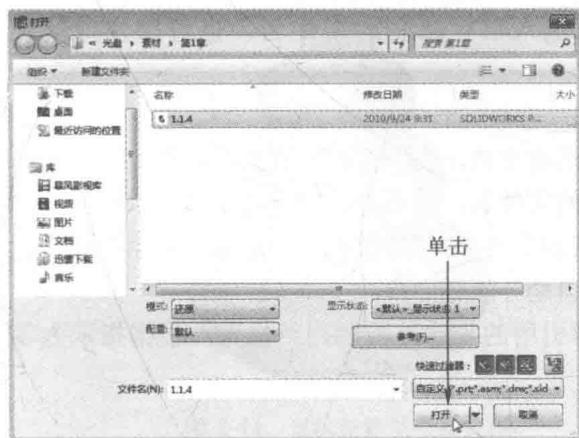

图 1-9 单击“打开”按钮
STEP 03 鼠标移至下方，单击“打开”按钮，如图 1-9 所示。